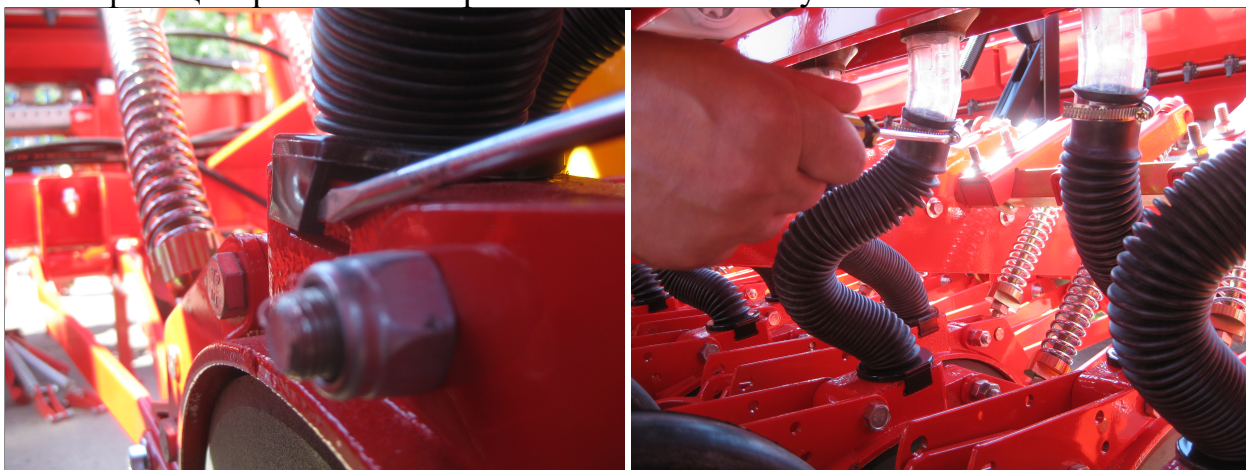

Рисунок 30.
- 9) Снять семяпроводы с фиксаторами и сложить в черный пакет. Это защитит их от ультрафиолетовых солнечных лучей. Фиксатор снимать с корпуса секции при помощи отвёртки, отгибая зацепы (рис. 30). На фланце с резиновой воронкой ослабить хомут.